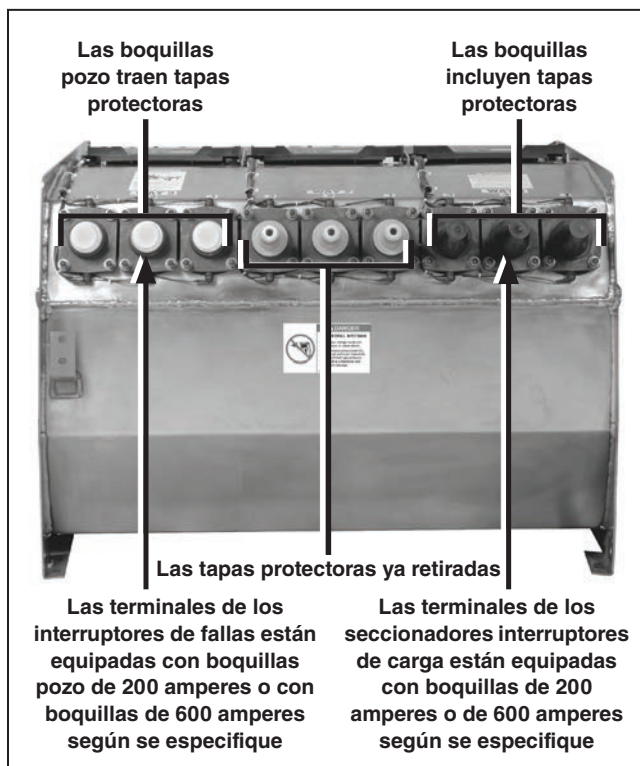

Figura 78. Tanque del interruptor Vista con tapas protectoras. (Se muestra la unidad manual con fines ilustrativos).
- PASO 1.** Quíteles las tapas protectoras para transporte a las boquillas y a las boquillas pozo. Ver Figura 78.